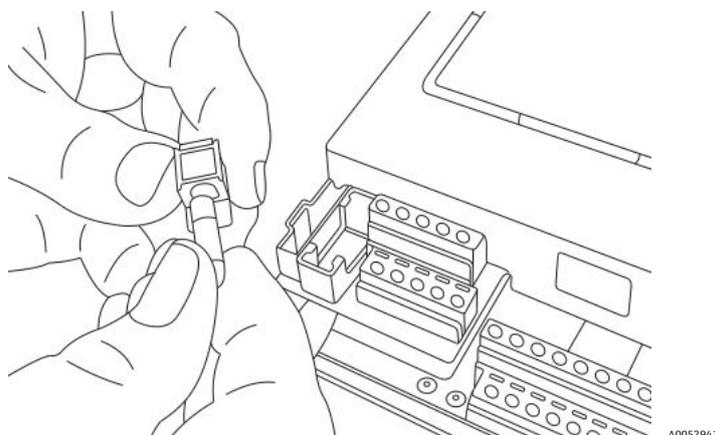

Abbildung 76. Sicherung entfernen
4. Sicherung aus dem Deckel entfernen. Siehe Abbildung 76.